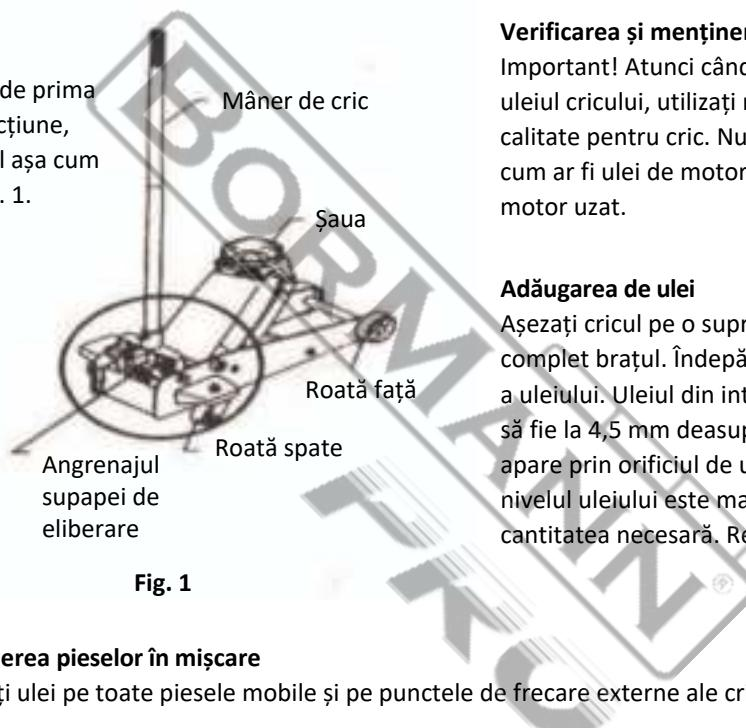

Fig. 1
**Notă:** Înainte de prima punere în funcțiune, lubrificați cricul aşa cum se arată în Fig. 1.